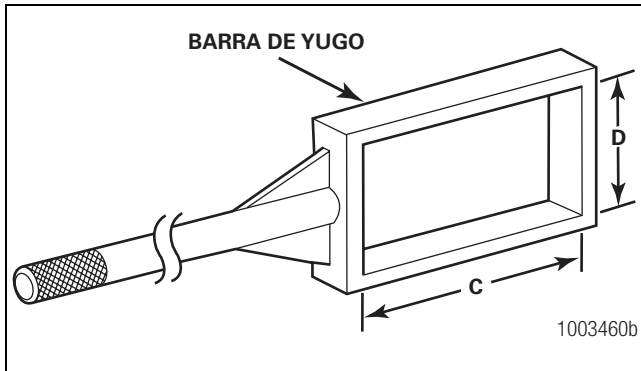

Figura 10.2
2. Calcule las dimensiones C y D de la barra de yugo, añadiendo de 0.125 a 0.250 de pulgada a las dimensiones A y B del yugo. Figura 10.2.
3. Para hacer la sección de la caja, corte y suelde una sección de una pulgada por dos pulgadas de acero cuadrado suave, según las dimensiones C y D. Figura 10.2.
4. Corte una pieza de cuatro pies x 1.25 pulgadas de acero redondo suave para fabricar la manija de la barra de yugo. Suelde esta pieza por el centro a la sección de la caja. Figura 10.2.
- **Para aumentar la rigidez de la barra de yugo:** Suelde dos piezas angulares a la manija. Figura 10.2.